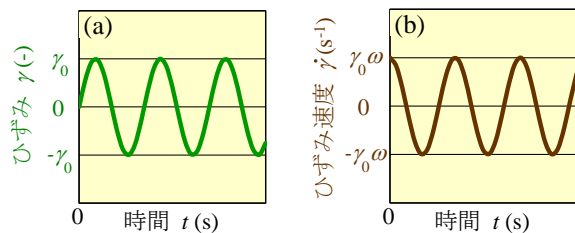

図4 動的ひずみにおける (a)ひずみと時間の関係、(b)ひずみ速度と時間の関係
ひずみについて述べます。なお、通常の破壊試験(引張り試験、曲げ試験等)において、「動的」という用語は「高速変形」を意味しますが、レオロジーにおける「動的ひずみ」とは、図4(a)および式⑥に示すような、正弦波(sin波)状のひずみを繰り返し与えることを指します。式⑥において、 γ_0 はひずみ振幅(無単位)であり、 ω は角振動数(単位: s⁻¹)です。
また、式⑤および⑥より、動的ひずみにおけるひずみ速度は、式⑦および図4(b)のように表すことができます。従って、正弦波状のひずみを与えた時、ひずみ速度は余弦波(cos波)状になります。